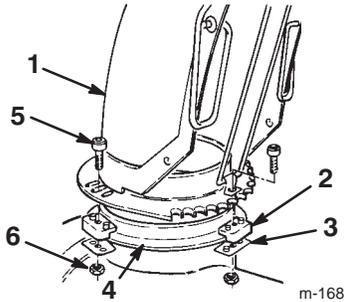

Bild 14
1. Fetten Sie den Auswurfring leicht mit Niedertemperaturfett ein (Fig. 14).
2. Setzen Sie den Auswurfkanal (offene Seite nach vorne) auf die Auswurföffnung, so dass sich die Befestigungselemente des Kanals auf dem Kanalring befinden (Bild 14).
3. Ziehen Sie die Schraube und die Sicherungsmutter an der linken Seite fest, um die Befestigungselemente für den Kanal auf der Kanalbefestigungsplatte und den Auswurfkanal auf dem Kanalring zu befestigen (Bild 14).
4. Drücken Sie die anderen Kanalbefestigungselemente in Richtung Auswurfkanal (geschlitzt) und ziehen Sie die Schrauben fest (Bild 14).
5. Der Kanal muss sich frei auf dem Ring drehen lassen. Wenn das nicht der Fall ist, drehen Sie das rechte Befestigungselement nach außen (Bild 14).